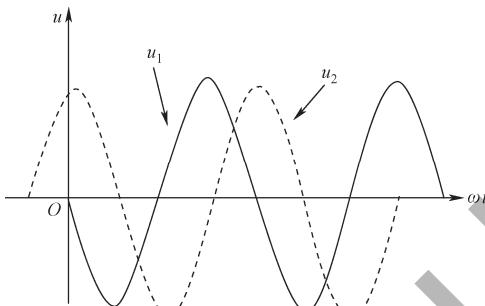

图 5-30 题 8
8. u_1 、 u_2 两波形如图 5-30 所示, u_1 相位与 u_2 相位的关系是 ()。